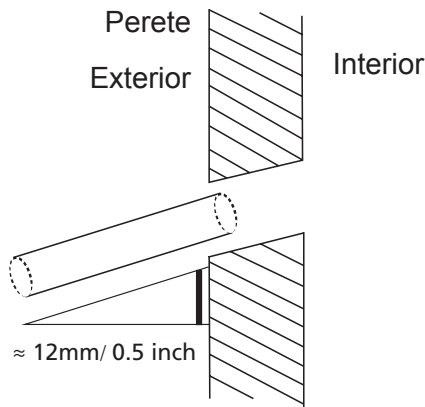

Fig. 6.5
3. Strapungeti peretele folosind un burghiu de 65mm (2.5in) sau 90mm (3.54in). Asigurati-va ca strapungerea este facuta cu inclinare inferioara, pentru ca punctul de iesire sa fie mai jos decat punctul de intrare cu 12mm. Aceasta inclinare v-a asigura o scurgere mai eficienta a apei (vezi fig. 6.5). Introduceti tubul de protectie in interiorul strapungerii. Acesta va proteja marginile si va ajuta la sigilarea strapungerii atunci cand finalizati instalarea.